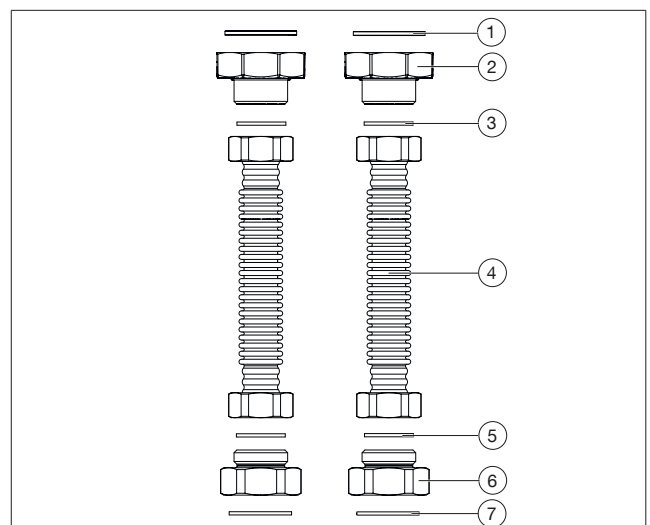
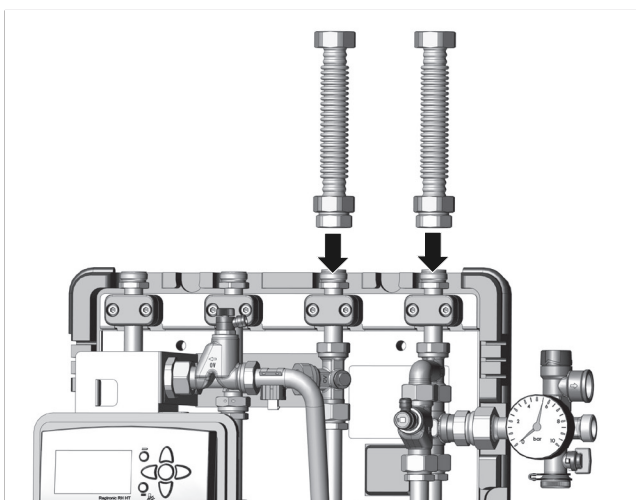

Abb. 36: Aufbau Verbindungsset
Abb. 37: Verbindungsrohr anschrauben (Anschluss oben)
- Setzen Sie die Dichtungen (siehe Abb. 36 auf Seite 27 (7)) in die Übergangsstücke (6).
- Schrauben Sie die Übergangsstücke (6) an die Hausübergabestation handfest an.
- Setzen Sie die Dichtungen (3) zwischen die Übergangsstücke (2) und die Edelstahlwellrohre (4) ein und ziehen Sie die Bauteile handfest an.
- Schrauben Sie die Edelstahlwellrohre (4) handfest an die Übergangsstücke (6). Siehe Abb. 37 auf Seite 28.
- Ziehen Sie alle Verschraubungen fest (entnehmen Sie die jeweiligen Drehmomente der Legende Abb. 36 auf Seite 27).